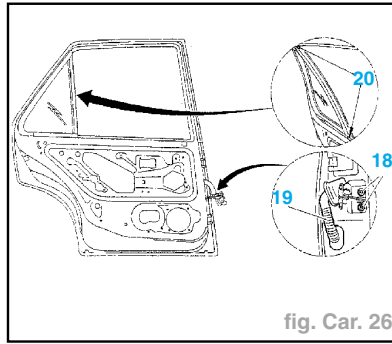
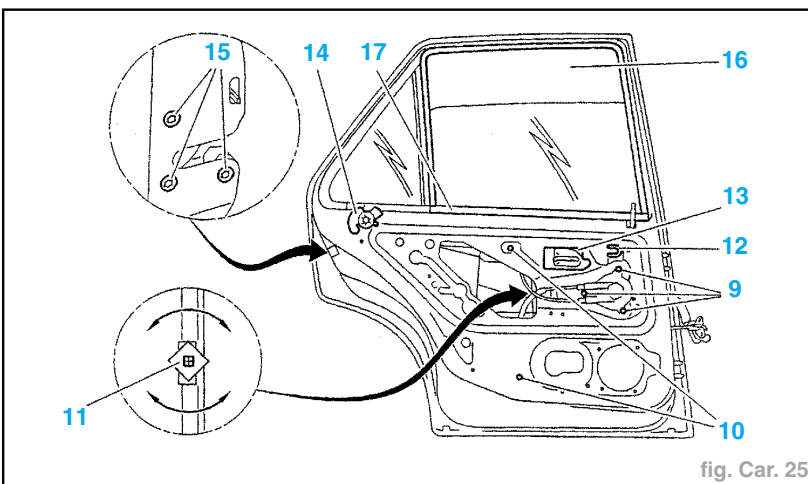

fig. Car. 26
fig. Car. 25
- Déposer (fig. Car. 25) :
- les rivets (9) ; percer à l'aide d'un foret Ø 6 mm,
- les écrous (10) (guide galet),
- le clip (11) en le faisant pivoter,
- le clip (12) d'articulation de commande de la serrure,
- la poignée intérieure (13) en désaccouplant la liaison avec la serrure,
- le voyant de sécurité enfant (14) en tirant vers soi,
- les vis (15),
- le joint de coulisse (16),
- les lèche-vitres (17) intérieur et extérieur.
- Déposer (fig. Car. 26) :
- le tirant de porte (vis (18)),
- le faisceau (19),
- les vis (20),